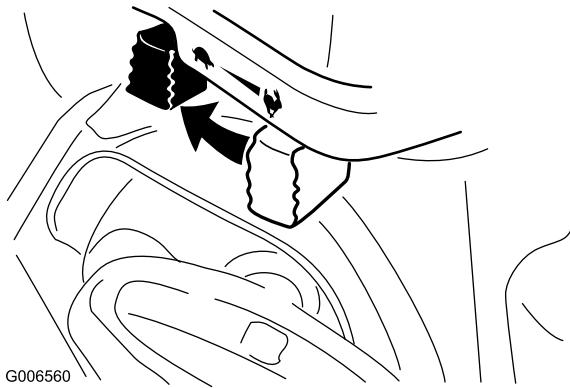

Figure 28
- Déplacez la commande d'accélérateur en position Bas régime, puis en position Arrêt (Figure 28).